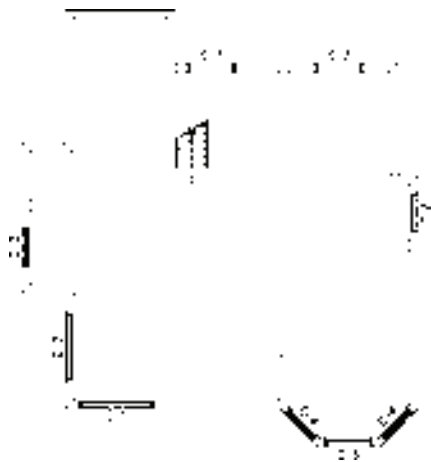

图 13-68 整理图形
1) 调用“复制”命令，将别墅一层平面图移动复制至一旁；调用“删除”命令，删除图形，结果如图 13-68 所示。